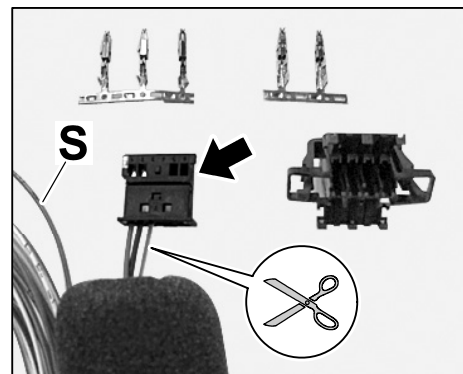

Bild 15
- 5.1.1 Buchsenstecker $\Rightarrow$ Bild 15
-Pfeil- von elektrischen Leitungssatz $\Rightarrow$ Bild 15 **-S-** abschneiden.